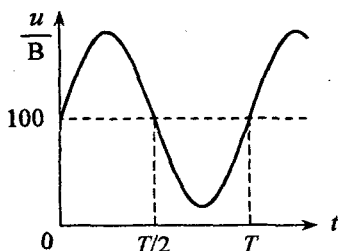

Рис. 4.6
**Решение.** Несинусоидальное напряжение, воздействующее на приборы, изменятся по закону  $u = 100 + \sqrt{2} \cdot 60 \sin \omega t$  В (рис. 4.6).